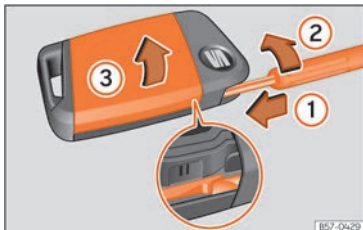

Abb. 49 Fahrzeugschlüssel: Deckel des Batteriefachs öffnen.
- Führen Sie einen Schlitzschraubendreher durch die äußere Führung des Notschlüssels in den Fahrzeugschlüssel ein, ca. 1 cm in Pfeilrichtung >>> [Abb. 49] ①.
- Drehen Sie den Schraubendreher im Uhrzeigersinn, bis sich die Abdeckung öffnet >>> [Abb. 49] ②.
- Bewegen Sie die Abdeckung in Pfeilrichtung >>> [Abb. 49] ③ und nehmen Sie sie ab >>> ①.